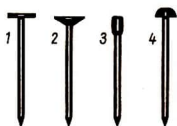

Bild 22 Die Kopfformen der Nägel sind unterschiedlich
Womit wird genagelt? Die **Nägel** bestehen aus Stahldraht. Sie haben unterschiedliche **Kopfformen** (Bild 22). Die gebräuchlichsten sind: der **Flachkopf** (1), der **Senkkopf** (2), der **Stauchkopf** (3) und der **Halbrundkopf** (4).